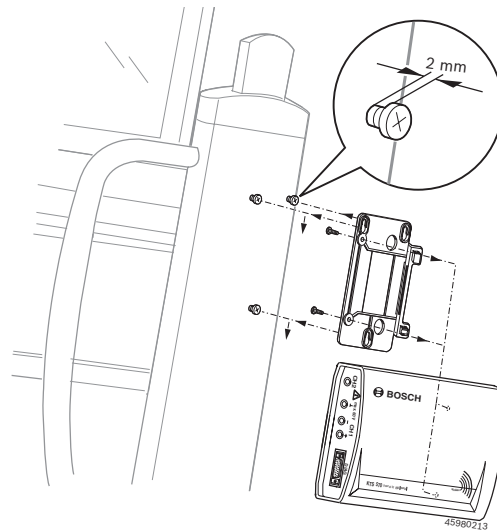

Fig. 4: Montaggio del supporto di fissaggio
1. Avvitare le tre viti con testa a calotta sul carrello Bosch (vedere fig.4).